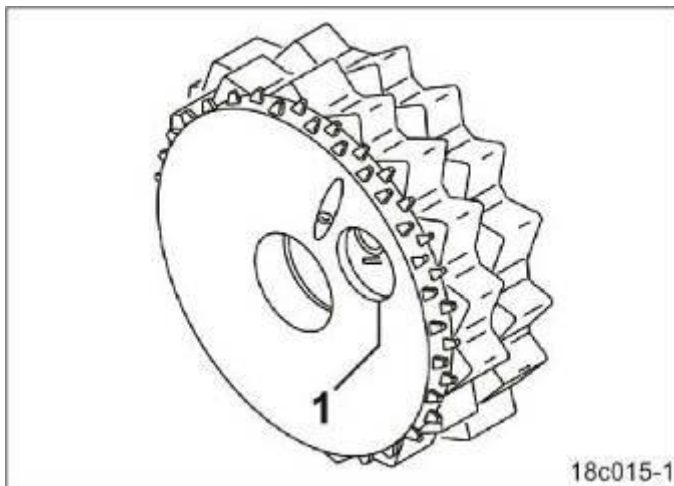

Рис.53
- 5.Проворачивайте колесо сеялки по часовой стрелки до тех пор, пока не станут видны отверстия (Рис. 53/1) мелкосемянных высевающих катушек.